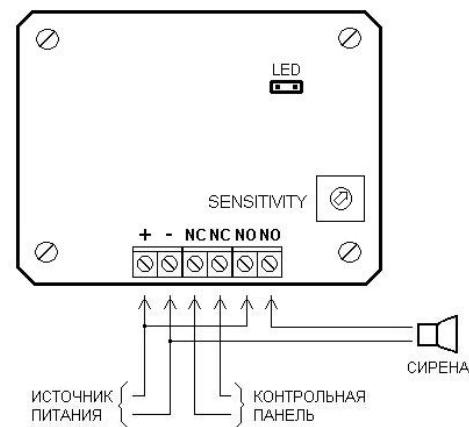

Рис. 1 Подключение извещателя
2.2.5 Проденьте кабель диаметром 3..6,5 мм через гермовод, расположенный в нижней части корпуса и произведите подключение извещателя (Рисунок 1):